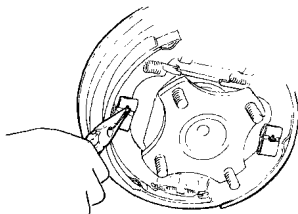

图 13-36
(11) 将制动钢索与制动摇臂连接起来, 安装制动蹄片。安装时注意勿刮破钢索套 (图 13-36)。